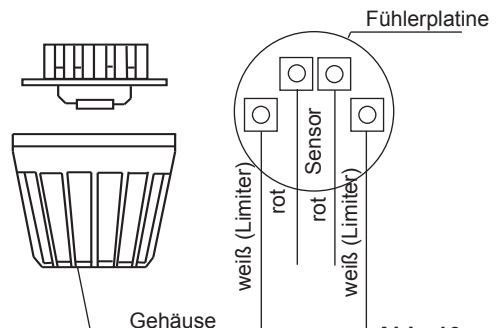

Abb. 10
3. Führen Sie die Fühlerkabel durch das gebohrte Loch und schließen Sie die Fühlerleitung gemäß Abb. 10 an.
4. Die Leitungen für den Begrenzer (weiß) und den Temperaturfühler (rot) gemäß Abb. 10 an der Fühlerplatine anklennen: Die Fühlerplatine anschließend in das Gehäuse einrasten.